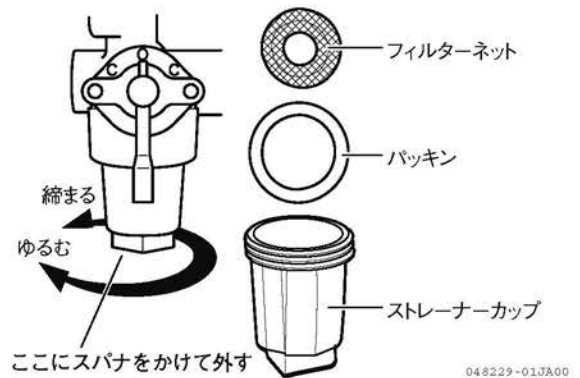

図 4-25 燃料コシ器エレメント
2. 燃料コシ器下部の四角部を工具 (10 mm) でゆるめます。(図 4-25)
4. フィルターネット、パッキン、ストレーナーカップの順に元通りに取り付けます。(図 4-25)